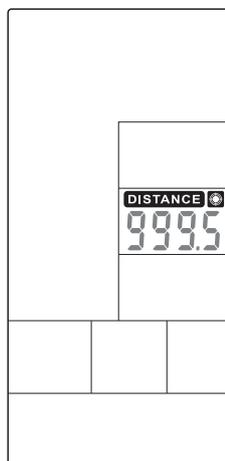

FIGURA 41
- Pressione PARA CIMA / PARA BAIXO (TECLA 10 ou 11) para ajustar o valor (Figura 41) em seguida pressione ENTER (TECLA 19) para confirmar.